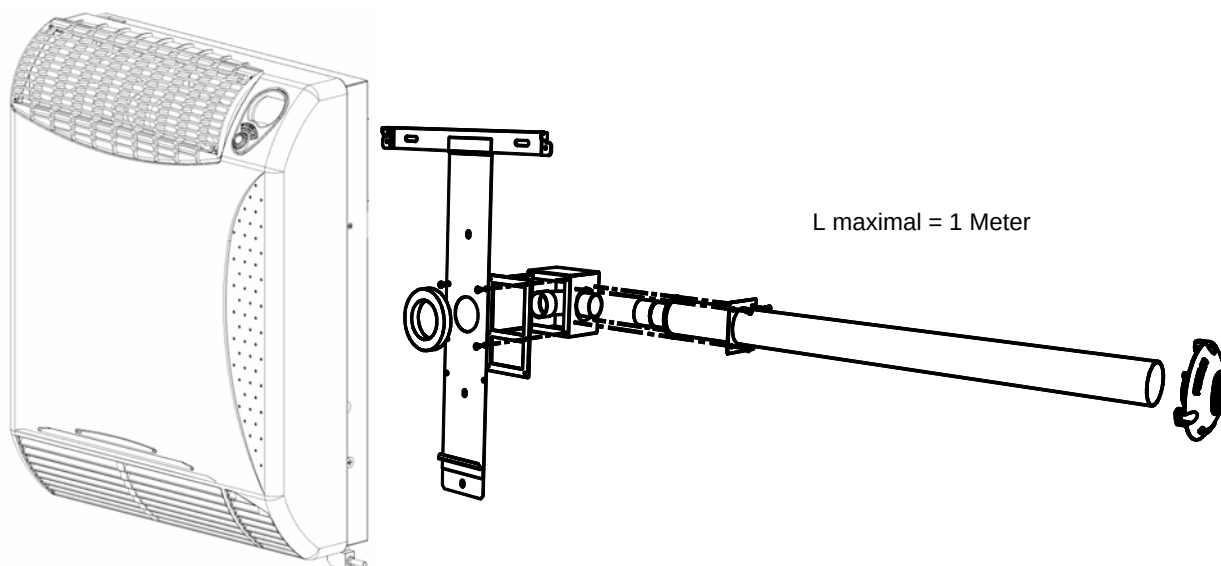

Abbildung 4 - Installationsbeispiel mit 90°-Koaxialrohren
- Mit Koaxialrohren, mit 90°-Austritt (maximale Rohrlänge 1 Meter) (siehe Abbildung 4). In diesem Fall muss die 90°-Abdeckung für Koaxial-Abgasrohre verwendet werden (als Zubehör erhältlich).